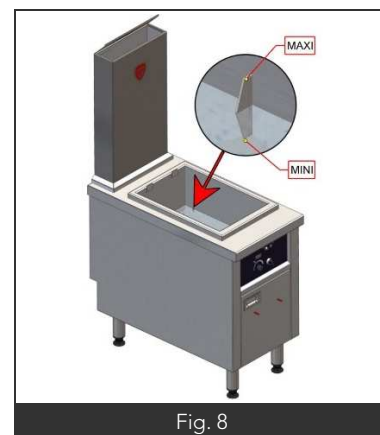

Fig. 8
- Remplir la cuve d'huile. (Le niveau doit être compris entre les repères mini et maxi). Fig.8
- Ouvrir la vanne de vidange du bac. (Fig. 7) tubes de vidange. (Fig.8)